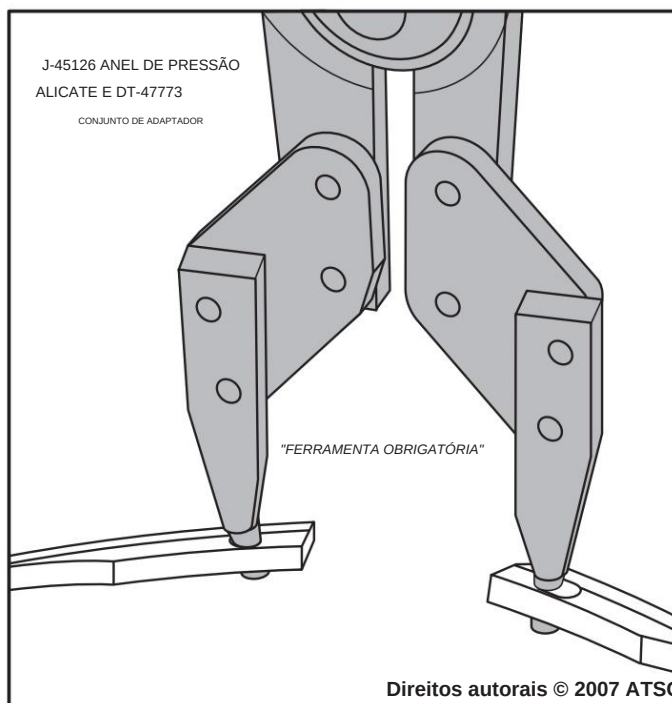
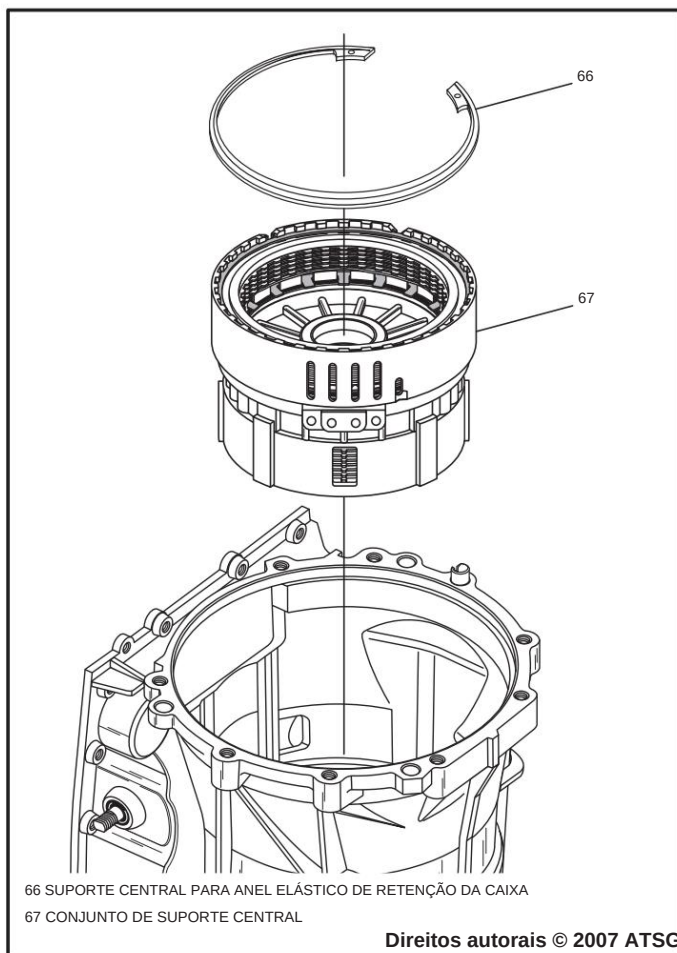

Figura 156
Figura 155
6. Instale o conjunto de suporte central pré-montado, conforme mostrado na Figura 155.
8. Instale o anel de retenção do suporte central com o lado cônico voltado para cima, conforme mostrado na Figura 155, e abertura do anel elástico na posição 9 horas, usando o alicate para anel elástico J-45126 junto com o conjunto de adaptadores DT-47773, mostrado na Figura 156.